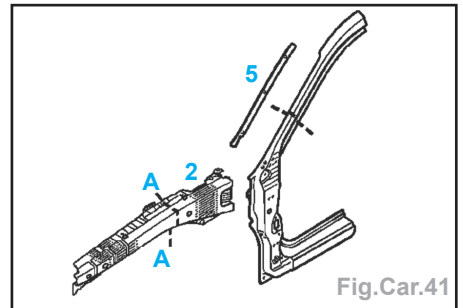

Fig.Car.41
- le support joint de double étanchéité avant (5) à remplacer complet, (Fig.Car.41),